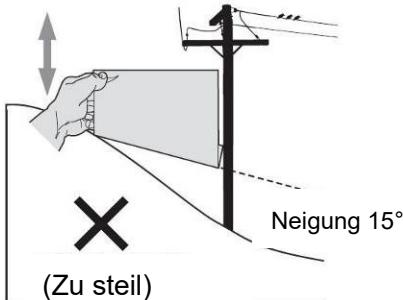

Bild 2
3. Richten Sie beide Seiten des Messgeräts am Objekt aus (siehe Abbildung 1a und Abbildung 2).
4. Verstellen Sie das Messgerät nach oben oder unten, bis die linke Ecke den Hang berührt (siehe Abbildung 1a und Abbildung 2).
Wenn unter dem Messgerät eine Lücke vorhanden ist, ist der Hang zu steil und die Bedienung nicht sicher (siehe Abbildung 2 oben).